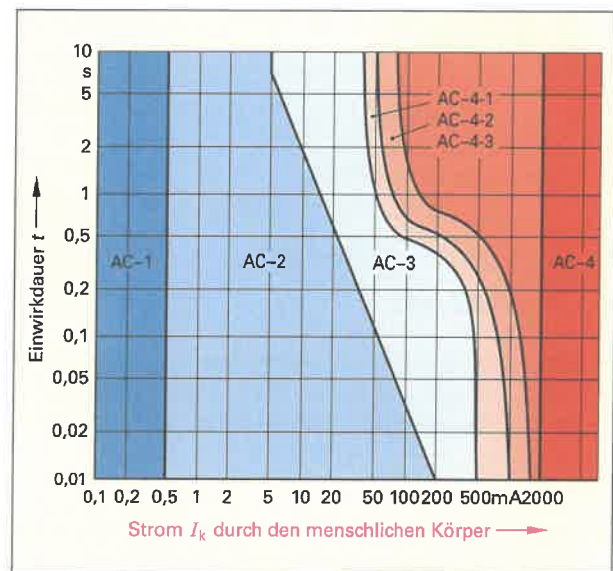

Bild 2: Wirkungsbereiche
- Fließt Strom durch den menschlichen Körper, kommt es zu Körperreaktionen. Die Körperreaktionen hängen von der Einwirkdauer t und der Stromstärke I_k ab. Geben Sie in **Tabelle 1** jeweils den Bereich AC-1 bis AC-4 (**Bild 2**) an, in dem die Körperreaktion erfolgt.
- Ermitteln Sie in **Tabelle 2** die zugehörigen Körperreaktionen beim Berühren unter Spannung stehender Teile aus dem Bild 2.